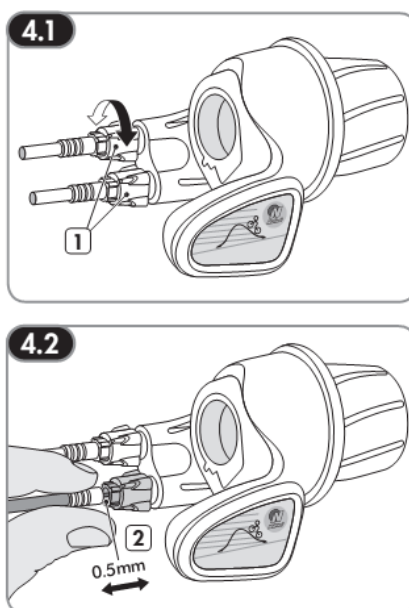

Figure 8 : Réglage du jeu des câbles de commande du Enviolo
- 1 - La tension des câbles peut être ajustée à l'aide des tendeurs (repère 1 sur la Figure 8) situés sur la poignée.